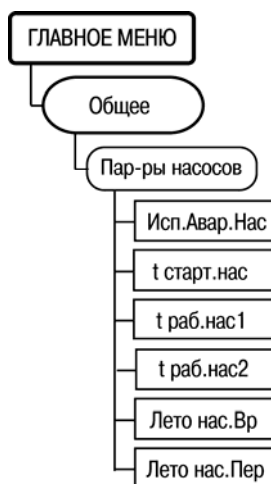

Рисунок 7.25
7.13.12 Пункт меню **Пар-ры насосов** (рисунок 7.25) включает в себя параметры, ответственные за функционирование насосов как в контуре отопления, так и в контуре ГВС.